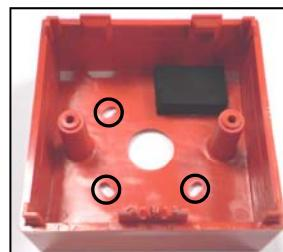

Figure 8 – Positionnement des vis de fixation
- 2) Installer et fixer le boîtier correctement orienté à l'aide des vis fournies (figure 8).